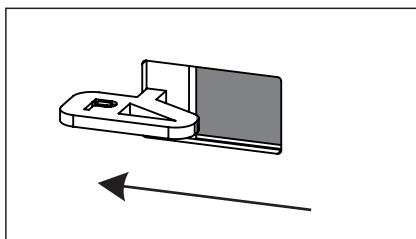

Figure 4a.
- il ne doit y avoir aucun corps étranger, dommage et prise de suie et autres saletés dans la cheminée (figure 4a).